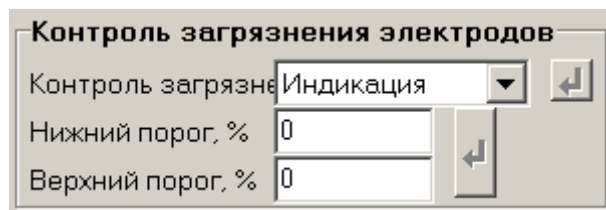

Рис.29. Настройки НС «Загрязнение электродов».
5.5. Установочные параметры для НС **Загрязнение электродов** (вкладка **Настройки** основного окна программы «Монитор» в группе **Контроль загрязнения**) (рис.29).